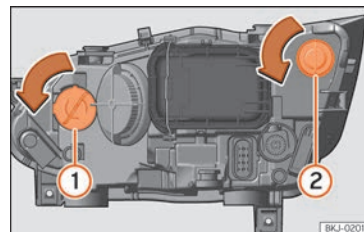

Fig. 57 En el vano motor: lámpara de luz intermitente ① y lámpara de luz DRL (luz de día) ②.
- Gire el portalámparas »» **fig. 57** ① o ② hacia la izquierda y tire.